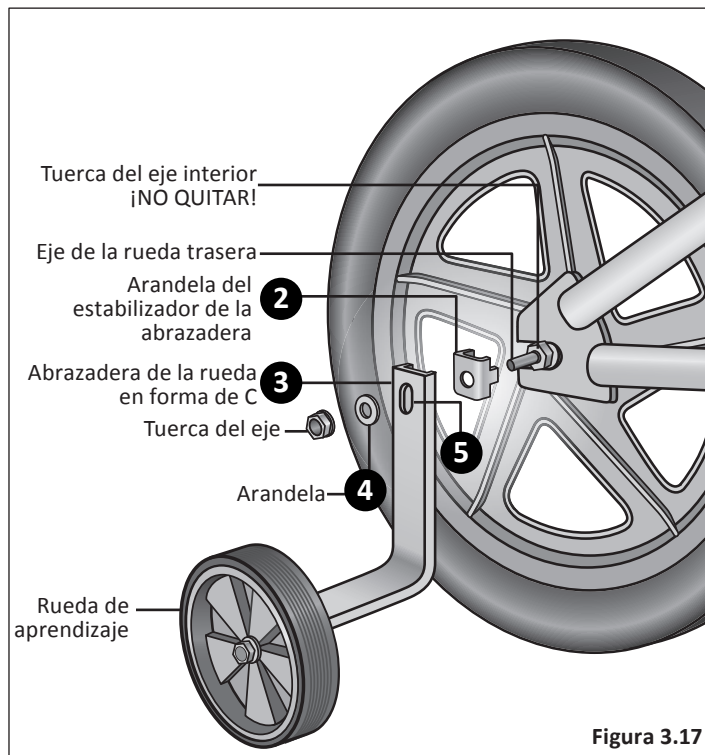

Figura 3.17
- 1 Quite la tuerca y la arandela externas del eje de la rueda trasera **Figura 3.17**
- ❶ Quite la tuerca y la arandela externas del eje de la rueda trasera **Figura 3.17**
- ❷ Coloque la abrazadera plana de la rueda en el eje.
- ❸ Coloque la arandela del estabilizador de la abrazadera en el eje y alinéela para que la muesca encaje con la puntera trasera del cuadro.
- ❹ Reemplace la arandela y la tuerca del eje.
- ❺ Apriete la tuerca del eje firmemente, para estar seguro de que la abrazadera de la rueda se mantenga en la posición vertical correcta. El agujero alargado en la abrazadera de la rueda permite que la altura de la rueda de aprendizaje se ajuste correctamente.